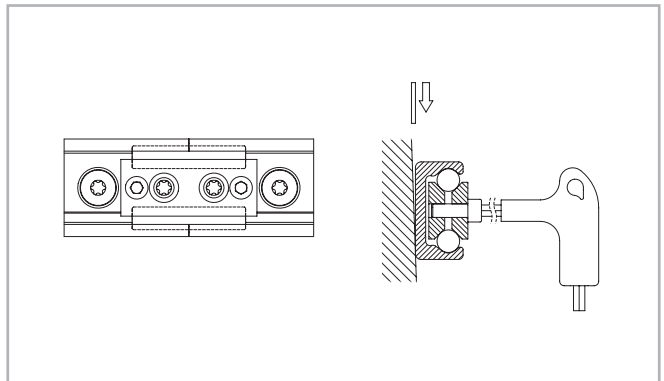

Fig. 171
(3) Coloque o dispositivo de alinhamento no topo de junção da guia e aperte uniformemente ambos os parafusos de ajuste até as pistas de rolamentos se encontrarem alinhadas (ver fig. 171).
(4) Depois de concluir o procedimento anterior (3) verifique se ambos os lados posteriores da guia se encontram assentados, de forma plana, sobre a superfície de montagem. Eventuais espaços livres por baixo da guia devem ser eliminados.